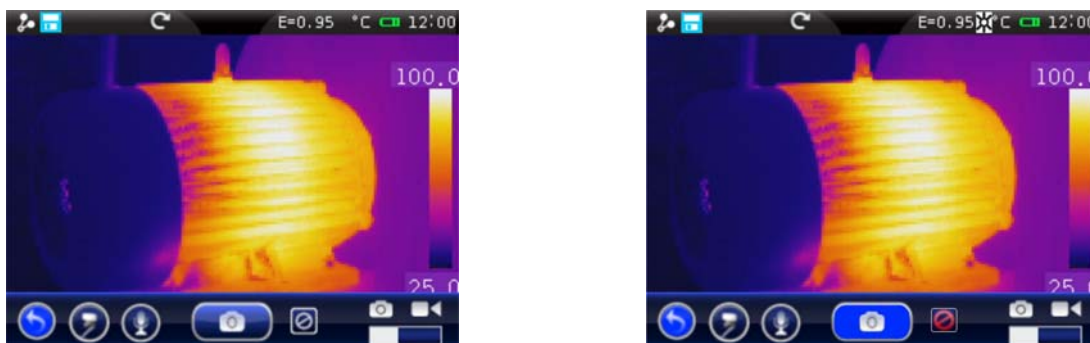

Fig. 60: Fijado de la imagen en pantalla y guardado
2. Pulse la tecla **T** (Disparador) para fijar una imagen IR en pantalla. El símbolo “” aparece en la parte superior de la pantalla, el icono “” aparece en la parte inferior de la pantalla y el icono “” asume el color azul pleno “” (vea la Fig. 60 – parte derecha). El mismo resultado se obtiene tocando el icono “” en el menú general y tocando el icono “” (vea la Fig. 60 – parte izquierda). Toque el icono “” y posteriormente la tecla **T** para salir de la función de Hold